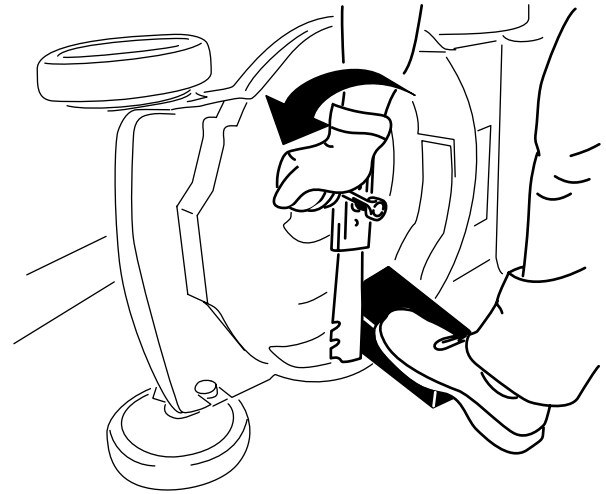

Figura 18
2. Utilice un bloque de madera para inmovilizar la cuchilla (Figura 18).
3. Retire la cuchilla, conservando todos los herrajes de montaje (Figura 18).